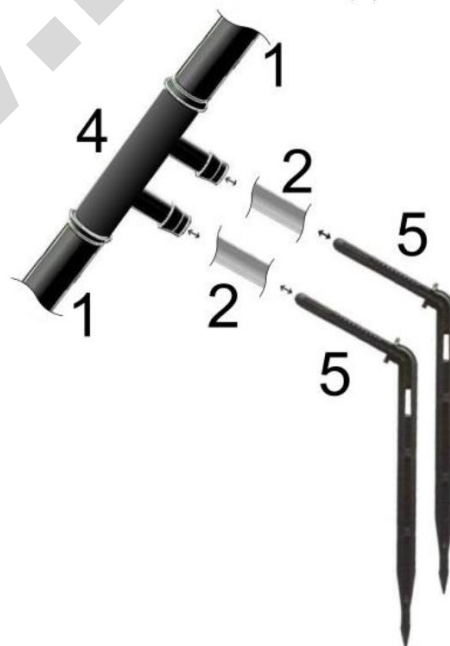

Рис.4
9. Нарежьте шланг для капельниц (2) в соответствии с Вашей схемой посадки.
10. Соедините малые разветвители (4) с капельницами (5) (Рис.4) при помощи Ваших нарезанных шлангов для капельниц (2).